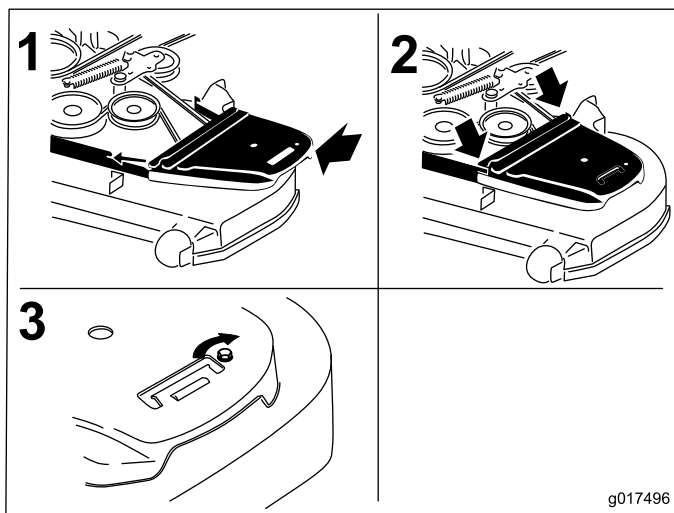

Figura 79
12. Montate i paracinghia (Figura 79).